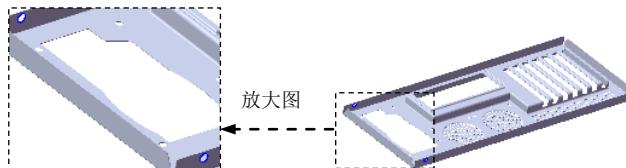
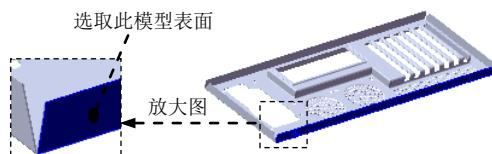

图 17.7.87 创建孔 3
图 17.7.88 定义孔的放置面
Step21. 创建图 17.7.87 所示的零件特征——孔 3。
- (1) 选择下拉菜单 **插入(I)** → **特征(F)** → **孔(H)** → **简单直孔(S)...** 命令 (或单击“特征”工具栏中的 按钮)。
- (2) 定义孔的放置面。选取图 17.7.88 所示的模型表面为孔的放置面。
- (3) 定义孔的参数。